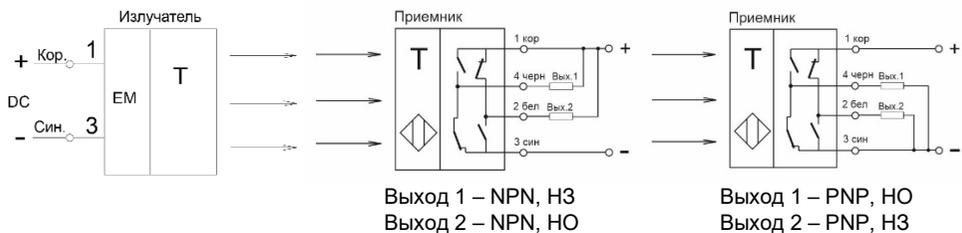

Рисунок 2 - Варианты схем подключения барьеров
3.2 Барьеры включаются в электрическую цепь по 2-х или 4-х проводной схеме (Рис.2). Соответствие выводов и схема подключения указаны в маркировке барьера.
Приёмник имеет выход 1 (конт.4) и выход 2 (конт.2). Коммутационный элемент каждого выхода выполнен по комплементарной (двухтактной, push-pull) схеме: он состоит из двух ключей, работающих противофазно, т.е. если один замкнут, то другой разомкнут. Один ключ соединяет выход с плюсом питания, а другой – с минусом. При отсутствии объекта воздействия выход 1 соединен с минусом питания, а выход 2 соединен с плюсом питания. При появлении объекта, который перекрывает хотя бы один из лучей, выход 1 переключается на плюс питания, а выход 2 переключается на минус питания. Комплементарный коммутационный элемент позволяет включать нагрузку между выходом и плюсом питания, реализуя NPN-выход (рис. 2), или между выходом и минусом питания, реализуя PNP-выход (рис.2). Каждый выход имеет тактовую защиту от короткого замыкания в нагрузке. При срабатывании защиты оба ключа коммутационного элемента переходят в разомкнутое состояние. После устранения короткого замыкания работоспособность коммутационного элемента автоматически восстанавливается.